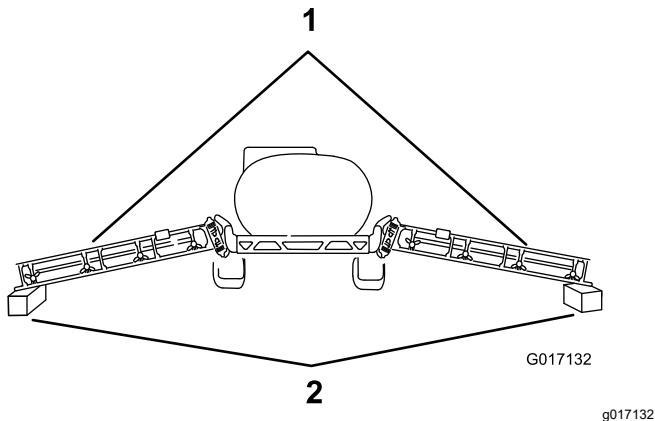

Figura 8
- Abbassate con cautela le sezioni delle barre esterne sui blocchi di legno alti circa 10 cm, come illustrato nella Figura 8.